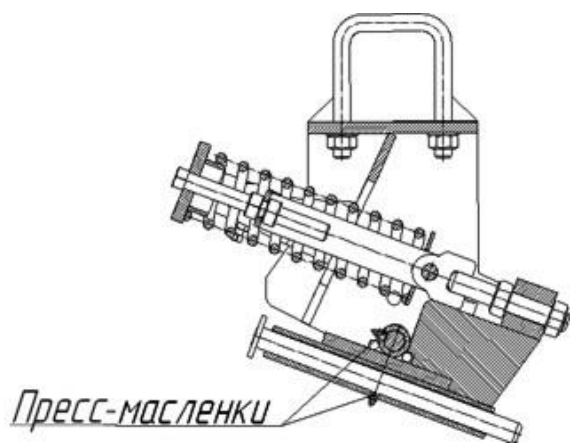
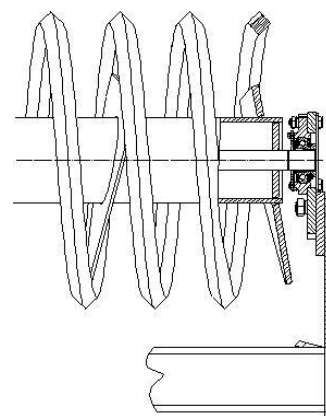

Рис. 6.6.4. Смазка осей подвески катков (для ПК с катками)
Рис. 6.6.5.
**6.6.3.** Для ПК "Кузбасс" с металлическими спиральными катками смазку **осей вращения подвесок** производить через пресс-масленки каждые 10 часов работы (рис. 6.6.4). Подшипники катков закрытые и смазки не требуют (рис. 6.6.5).